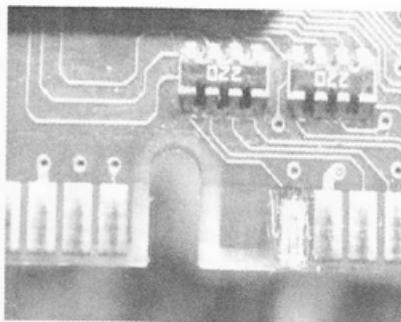

图 4-7 处理底盘
(1) 用刀把显卡或内存条坏金手指上的底盘刮干净, 如图 4-7 所示。